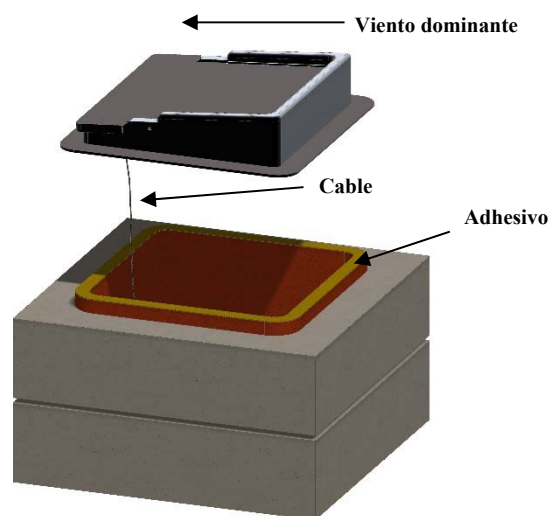

Figura 26. Instalación de la compuerta de montaje superior
A. Si instala un regulador de tiro con este modelo de chimenea Stone Age, utilice un regulador de tiro de montaje superior y siga las instrucciones incluidas con el regulador. Oriente correctamente el lado más alto de la compuerta con los vientos predominantes en su zona. Vea la figura 26.